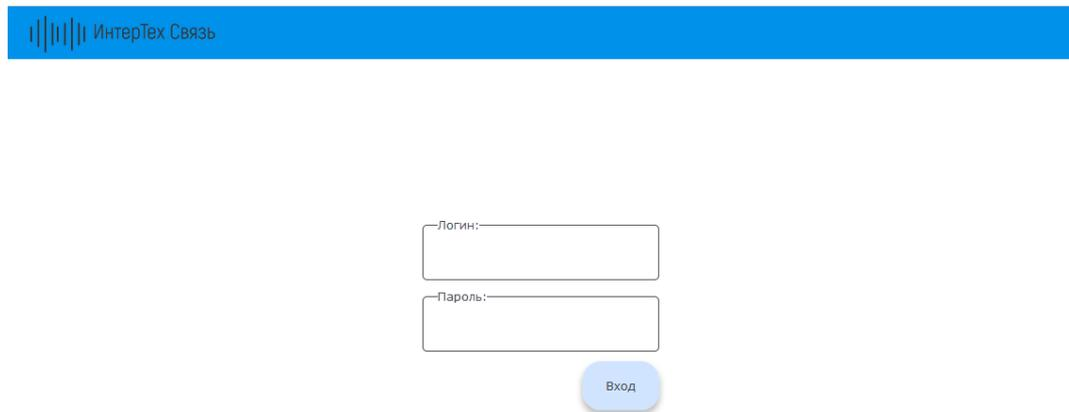

Рисунок 4 – Авторизация в веб-интерфейсе
- авторизоваться в веб-интерфейсе (рисунок 4): ввести логин *Admin* и пароль *Admin*.